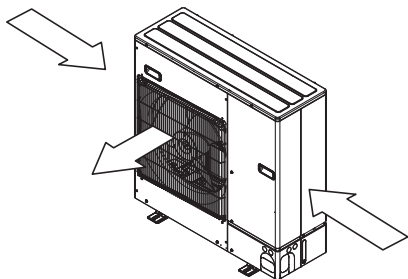

Fig. 2-5
- ③ Coloque la unidad de manera que la salida de aire sopla en dirección perpendicular a la dirección estacional del viento, si la conoce. (Fig. 2-5)